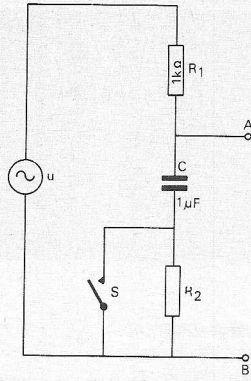

Fig. 14.
2. In de schakeling van fig. 14 levert de spanningsbron  $u$  een wisselspanning met een cirkelfrequentie van 1000 rad/s. Tussen de punten A en B wordt een spanningsmeter aangesloten waarvan de ingangsimpedantie oneindig groot mag worden gesteld. Het blijkt nu dat, zowel bij geopende als bij gesloten schakelaar S, de uitslag van de meter dezelfde is. Bereken de waarde van  $R_2$ .